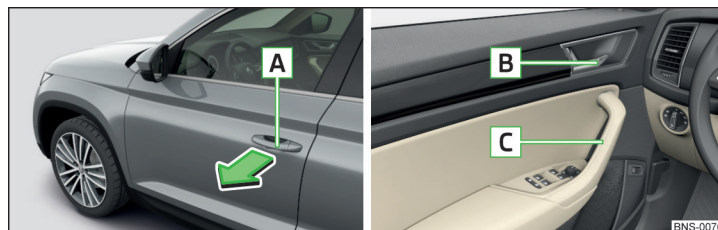

Fig. 55 Mânerul portierei/maneta de deschidere a portierei
- Pentru **deschiderea din exterior**, descuriați autovehiculul și trageți de mânerul portierei în sensul săgeții » fig. 55.